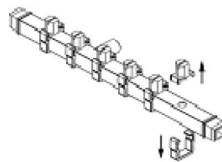

Figura 5
- Remover os bicos de pulverização e as braçadeiras de bocal (Figura 5).